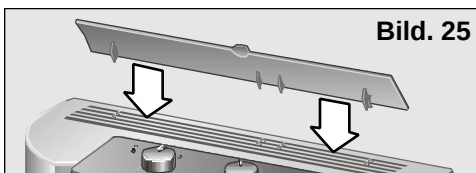

Bild. 25
- ☐ Lyft upp luftflödesriktaren som finns på apparatens översida. På modell **PAM18100** är denna riktare inte förinstallerad på apparaten. Se Bild 25 och 26 i kapitlet som behandlar apparatens värmefunktion.